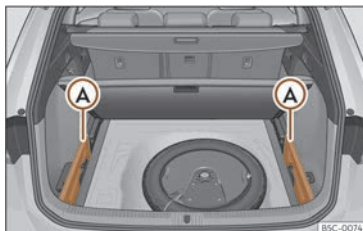

Fig. 123 No maleteiro: aloxamento para gardar a bandexa enrolable.
- Extraia as tapas esquerda e dereita »» **fig. 123** **A**.